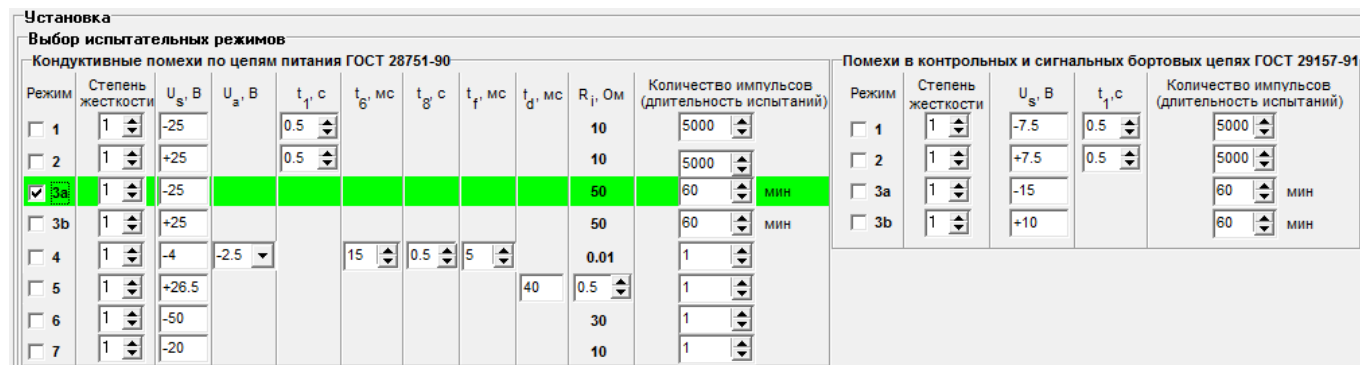

Рисунок 3
7.5.1 В области установки (см. рисунок 3) осуществляется выбор режимов испытаний и настройка их параметров, соответствующих стандартам: **ГОСТ 28751-90** (Кондуктивные помехи по цепям питания) и **ГОСТ 29157-91** (помехи в контрольных и сигнальных бортовых цепях).